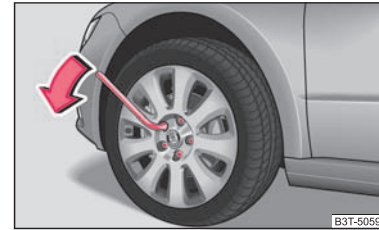

Fig. 198 Înlocuirea roții: Slăbirea șuruburilor de roți
- Prindeți cu mâna capătul cheii* și rotiți șurubul circa o rotație spre stânga ⇒ fig. 198.